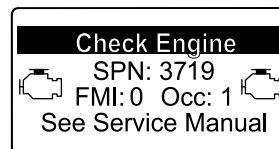

Bild 57
- Wenn eine Wiederherstellung-Regenerierung erforderlich ist, wird im InfoCenter die Motorwarnung SPN 3719, FMI 16 (Bild 57) angezeigt, und der Computer verringert die Motorleistung auf 85 %.